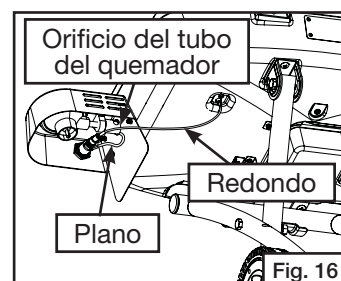

Fig. 16
- Enchufe el conector eléctrico redondo en el enchufe redondo del extremo del encendedor eléctrico e introduzca el conector plano por el orificio del tubo del quemador; luego atorníllelos. (Fig. 16 y 17)